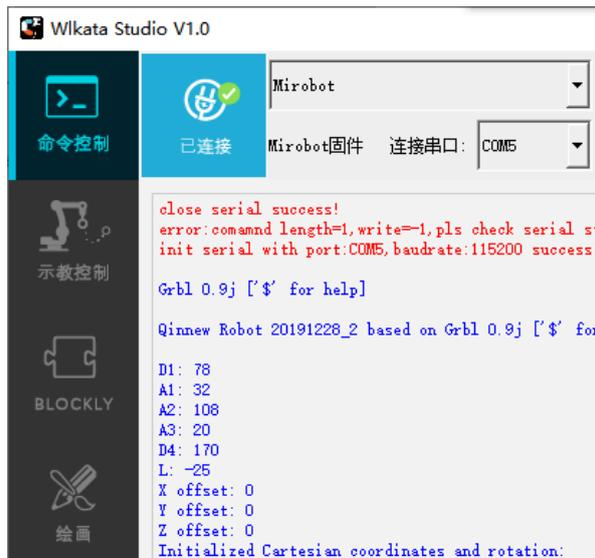

图 2.13 Wlkata studio 与机械臂已经正确连接
1. 在 Wlkata studio 软件包中双击 Wlkata studio.exe。弹出 Wlkata studio 界面，然后按照验证 Mirobot 驱动程序，验证 Mirobot 驱动程序的步骤设置 Wlkata studio 与机械臂的串口连接，连接好以后，Wlkata studio 左上角的图标上应当显示绿色的对勾和已连接，这表明 Wlkata studio 与机械臂已经正确连接，如图 2.13 所示。